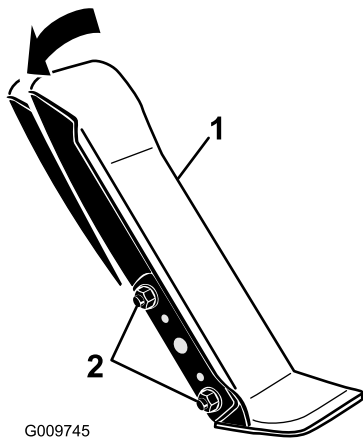

Figure 72
1. Desserrez les deux écrous et boulons qui fixent le côté gauche de la pédale de déplacement au support (Figure 72).
2. Faites pivoter la pédale à l'angle voulu puis serrez les écrous (Figure 72).